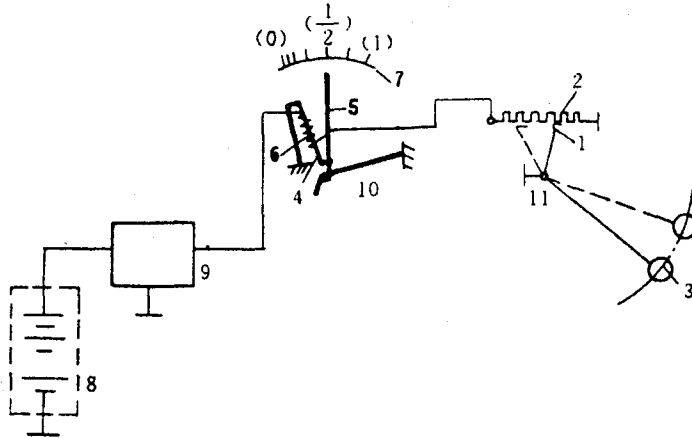

图 1-2 燃油表及传感器电路
(3)燃油表与燃油表传感器的工作电路。如图 1-2 所示,燃油表系统工作电路包括蓄电池、稳压电源、燃油表、燃油表传感器四部分。